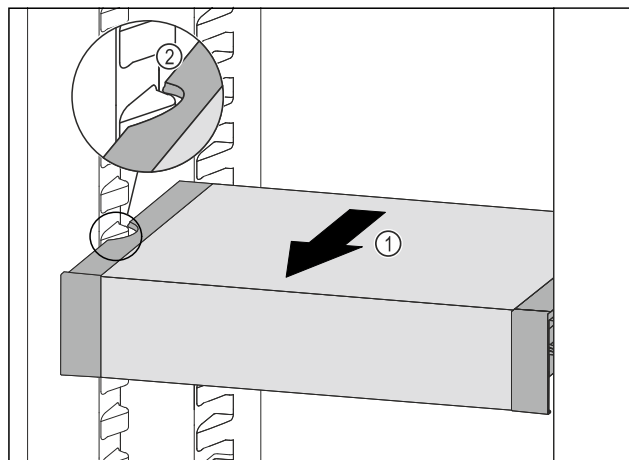

Fig. 132
- ▶ VarioSafe ťahajte dopredu Fig. 132 (1), kým sa bočné vybrania VarioSafe nebudú nachádzať vo výške rebra nádoby v chladničke. Fig. 132 (2)